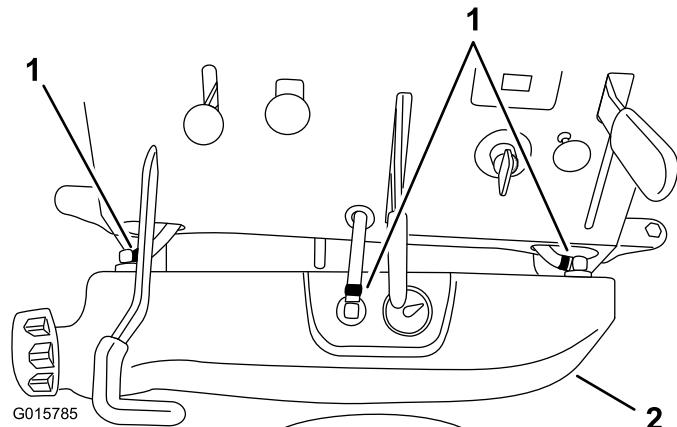

Figura 4
9. Sollevate il serbatoio verso alto e in avanti quanto più potete (Figura 4).
10. Scollegate i 3 flessibili di sfiato dal serbatoio del carburante allentando le fascette stringitubo (Figura 4).